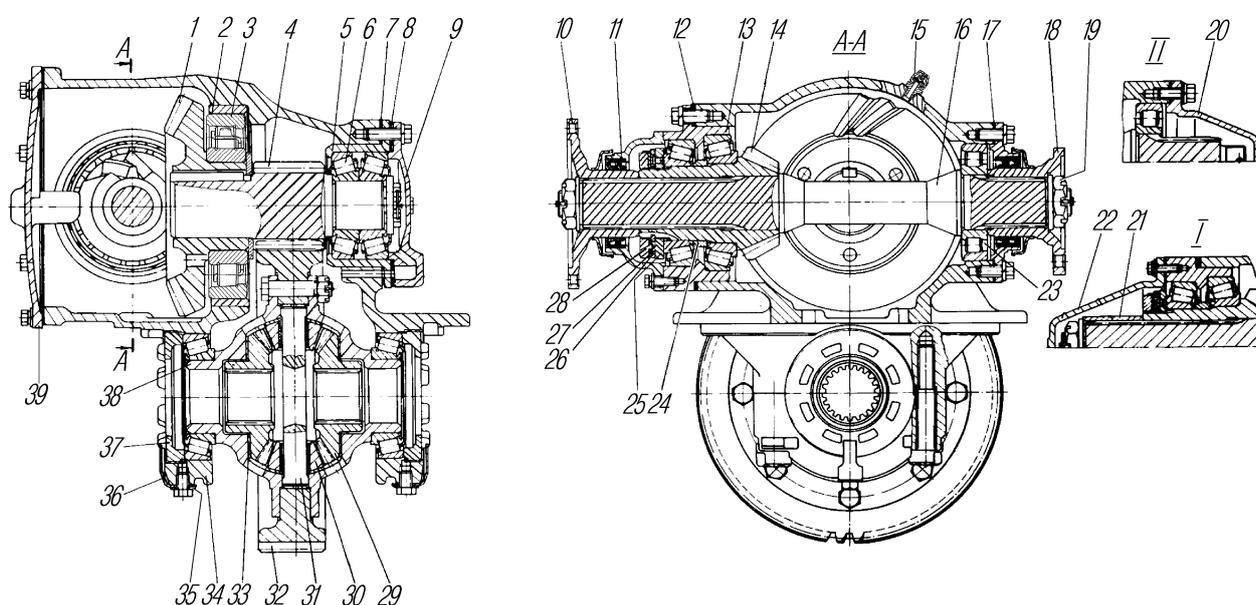

Рис. 39. Главная передача:
Главная передача моста двойная, состоит из пары конических шестерен 1 и 14 (рис. 39) со спиральными зубьями и пары цилиндрических шестерен 4 и 32 с косыми зубьями. К ведомой цилиндрической шестерне болтами прикреплен симметричный конический дифференциал с четырьмя сателлитами.
Масло подхватывается шестернями, разбрызгивается и через роликовый подшипник 2 (см.рис. 39) попадает в полость конических шестерен картера главной передачи, откуда стекает в картер моста.
Рассчитайте величину уменьшения толщины регулировочной шайбы 24 (см.рис. 39) (величина зазора плюс 0,03–0,05 мм предварительного натяга).
2. Отрегулируйте предварительный натяг подшипников ведущей цилиндрической шестерни. Регулируйте подшипники подбором пакета прокладок 8 (см.рис. 39) под крышкой 9 стакана 5. Крутящий момент, необходимый для проворота промежуточного вала, должен быть 0,9–1,5 Н.м (0,09–0,15 кгс.м).
Болты крепления крышек подшипников дифференциала затяните моментом 250–320 Н.м (25–32 кгс.м). Подшипники дифференциала регулируйте гайками 37 (см. рис. 39). После затяжки гаек расстояние между крышками подшипников дифференциала должно увеличиться на 0,04–0,14 мм. Во время регулировки проворачивайте дифференциал для установки роликов в подшипниках. Венец ведомой цилиндрической шестерни должен быть расположен симметрично относительно венца ведущей шестерни.
При сборке главной передачи внутреннее кольцо и сепаратор роликового подшипника 2 ведомой конической шестерни установите как показано на рис. 39.